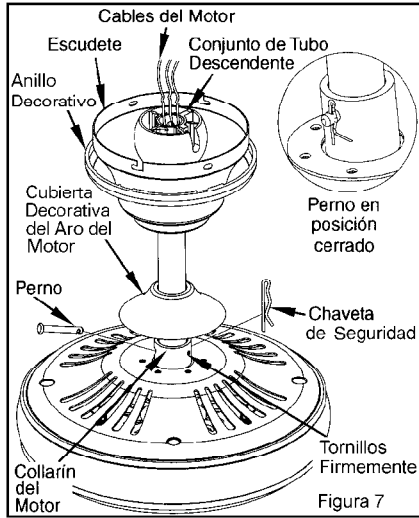

Figura 7
del motor y luego por el anillo de la marquesina. Asegúrese que las ranuras queden encima. Pase los alambres por la marquesina y luego por el ensamblaje de la bola/ del tubo (Figura 7).
6. Alinee los agujeros de la parte inferior del tubo con los agujeros del aro en la parte superior de la cubierta del motor (Figura 7). Introduzca con cuidado el pasador a través de los agujeros del aro y del tubo. Tenga cuidado de no empujar el pasador contra los alambres dentro del tubo. Inserte la chaveta en los agujeros ubicados cerca de la extremidad del pasador hasta que enganche en su posición cerrada como se nota en la inserción redonda de la Figura 7.